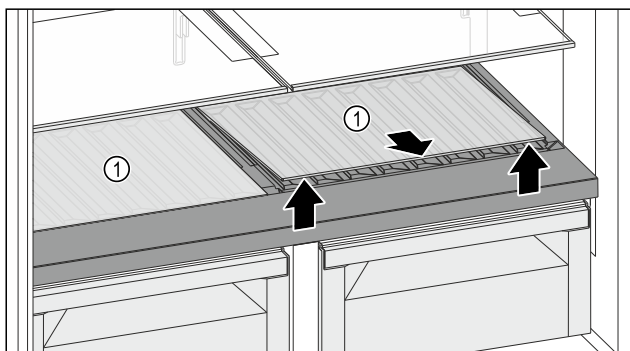

Fig. 113
- Emelje meg elől, a mélyedésnél az egyik vagy mindkét üveglapot Fig. 113 (1), és vegye ki.
- Biztonságosan tárolja az üveglapo(ka)t Fig. 113 (1) a készüléken kívül.